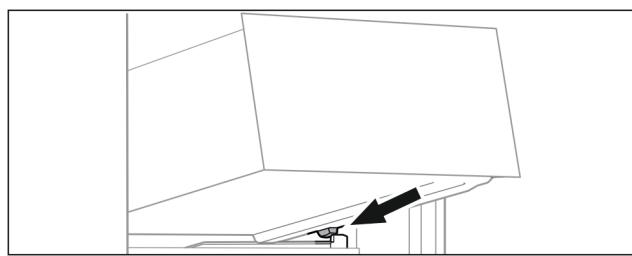

Fig. 67
- Встановите висувний ящик за стопорами на ребро для резервуару навскоси. (див. Fig. 67)